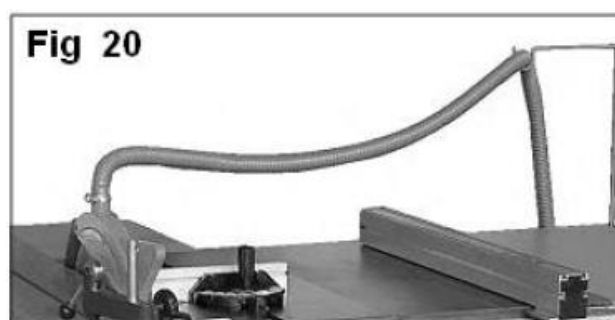

Рис.24
2. Уложить шланг на опору **Рис.24**, не проводя его по рабочему столу.